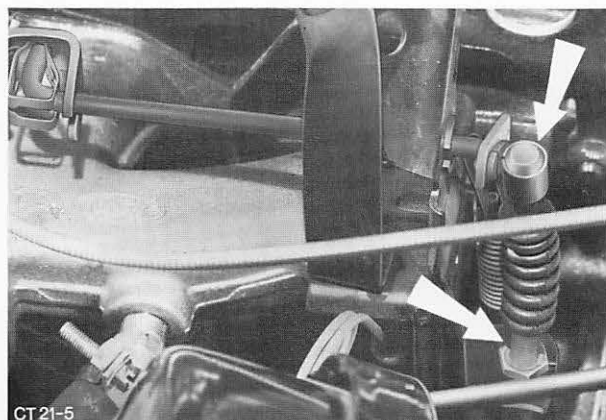

Abb. 10 Gaszug aushängen und vom Halter abbauen, „B“-Motor
4. Kraftstoffleitung von Kraftstoffpumpe abziehen, Gaszug am Gasgestänge aushängen und vom Halter abbauen, Abb. 10. Starterzug und Kraftstoffrücklaufleitung (falls vorhanden) abmontieren.